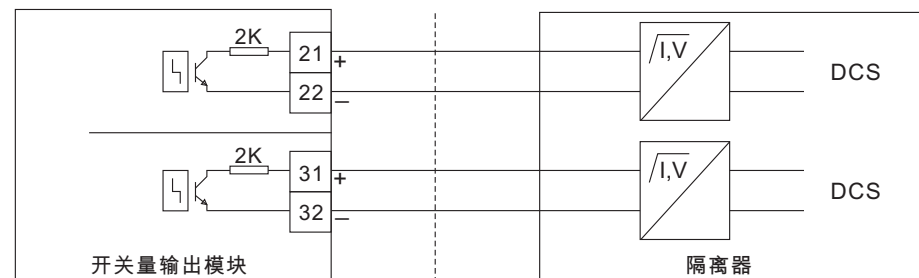

图4-14：开关量输出模块电气连接图
4.4.4.2 开关量输出模块电气连接 (如图4-14所示)